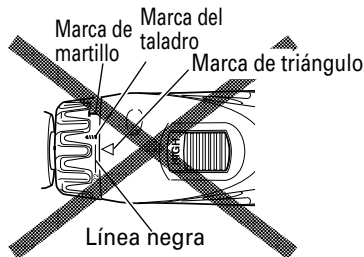

Fig. 7
- No utilice la unidad con el número de la dial del embrague en "22" y la línea negra en el medio de la marca de taladro. Si lo hiciese podrían producirse datos (Consulte la Fig. 7).